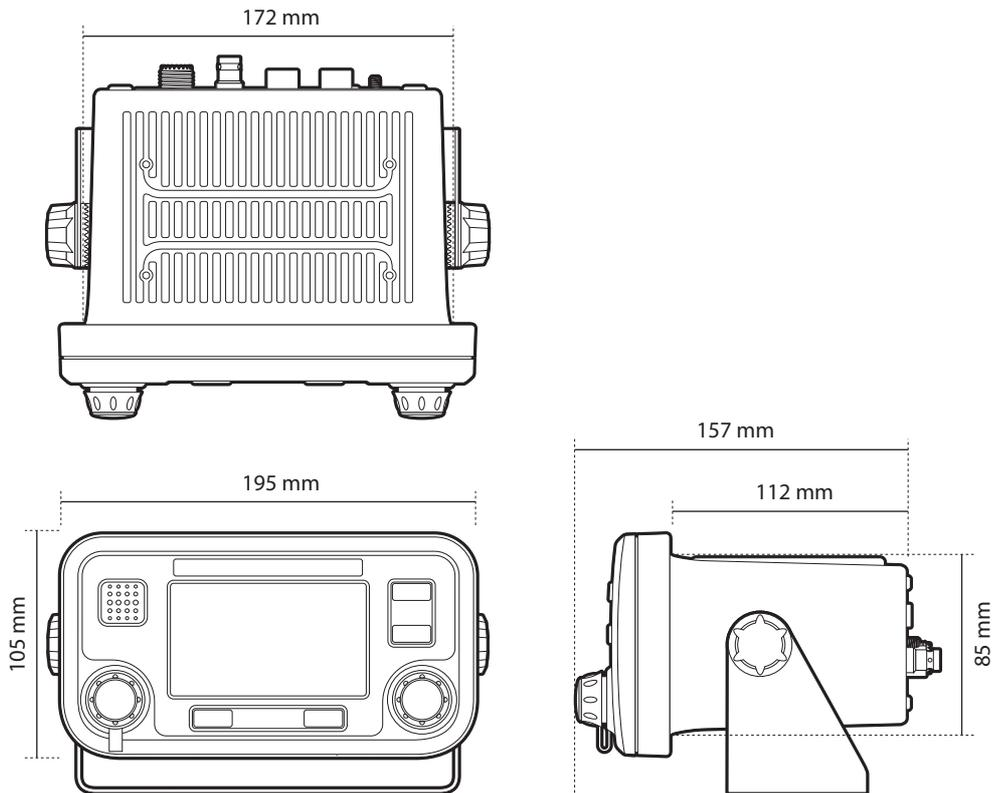

Figure 34 Dimensions de l'émetteur SIA
- Il doit y avoir un espace suffisant autour de l'émetteur SIA pour acheminer les câbles. Veuillez consulter Figure 34 pour plus de détails sur les dimensions de l'émetteur SIA.